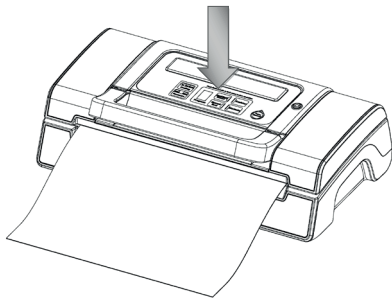

Fig. 7
7. Trykk "Manual Seal"-knappen for å begynne forseglingen av posen (Fig.7).